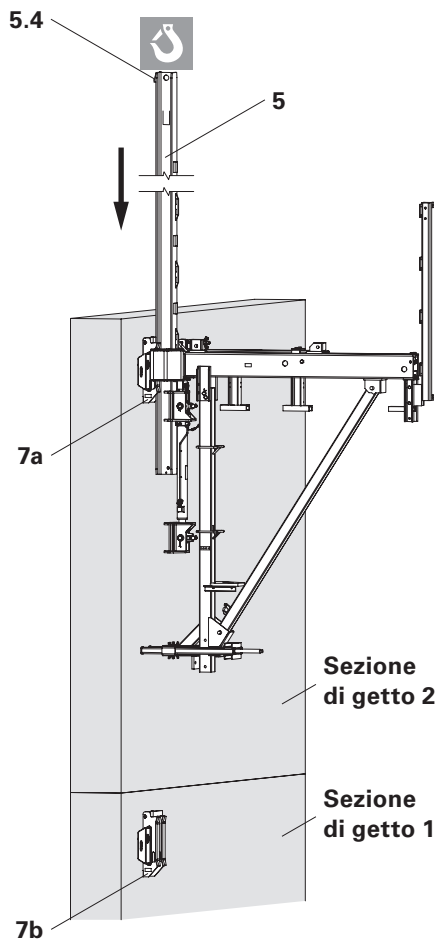

Fig. 11
4. Inserire la guida di ripresa dall'alto nel dispositivo di sospensione ACS **(7a)**, nella traversa **(8.4)** e nella testa di ripresa superiore **(1.9)**. (Fig. 11)